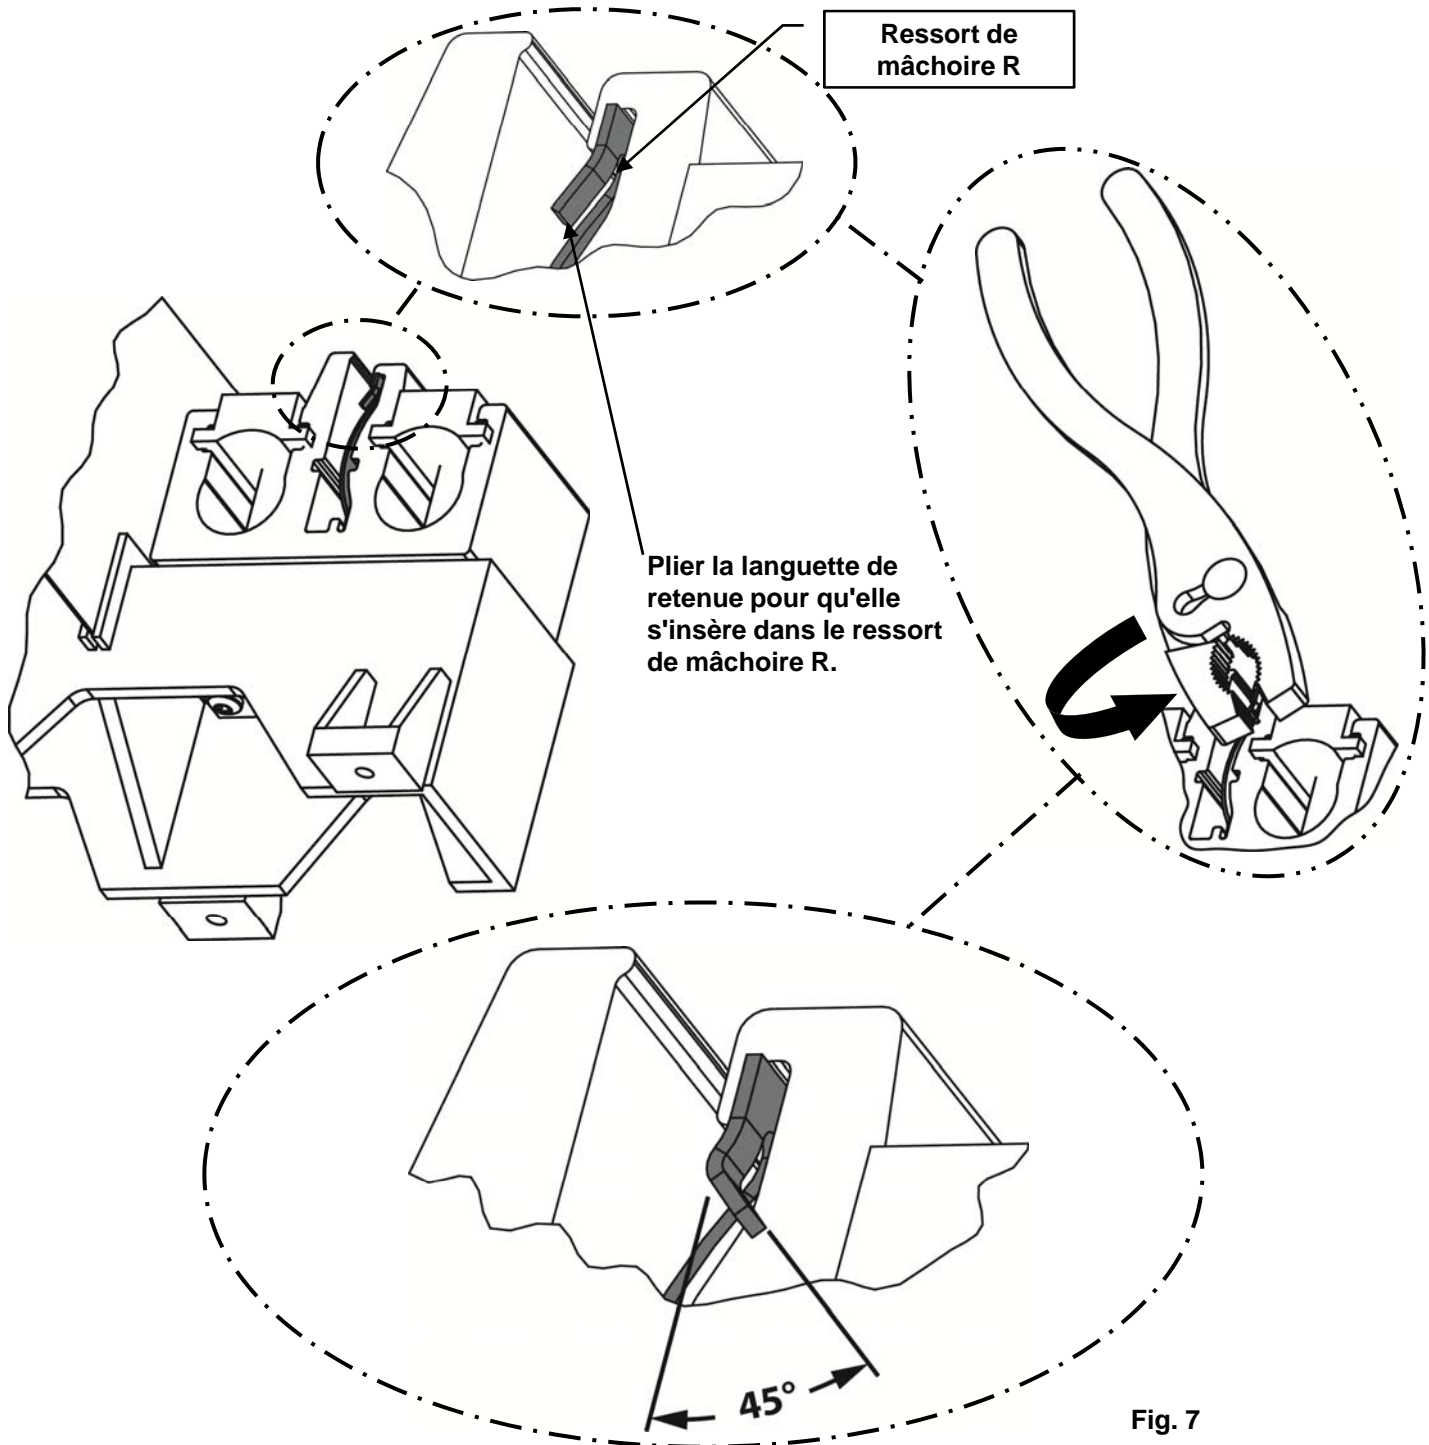

Fig. 7
4. Once the R Fuse Clip Spring is fully inserted into the channels, bend the Retaining Tab projecting from the other side of the channel (Fig. 7) to prevent the spring from falling out.
4. Une fois le ressort de mâchoire R bien inséré dans les canaux, plier la languette de retenue en saillie de l'autre côté du canal (Fig. 7) pour empêcher le ressort de tomber.